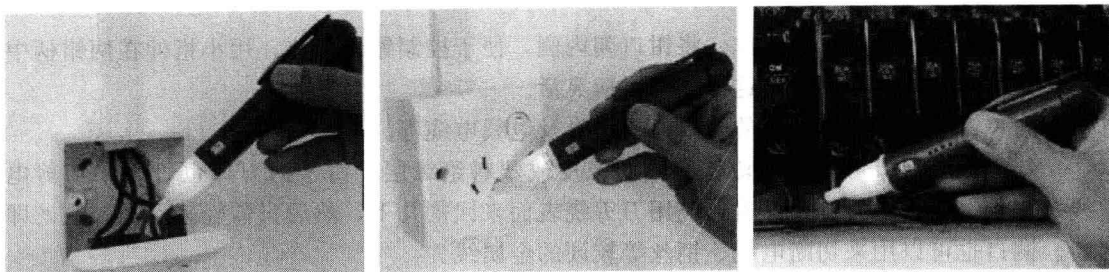

图 1-10 感应式试电笔应用示例
① 钢笔式试电笔的形状为书写用的钢笔，最大的优点是因为它有一个挂鼻，所以便于使用者随时随地随身携带。
② 螺丝刀式试电笔的形状为一字螺丝刀，可以兼作试电笔和一字螺丝刀用。
③ 感应式试电笔采用感应式测试，无需物理接触，可检查控制线、导体和插座上的电压或沿导线检查断路位置（特别适合于检查墙壁上暗敷设的导线），如图1-10所示。有的感应式试电笔还有听觉和视觉双重提示，因此极大地保障了操作者的人身安全。
(2) 钢笔式和螺丝刀式试电笔的使用方法